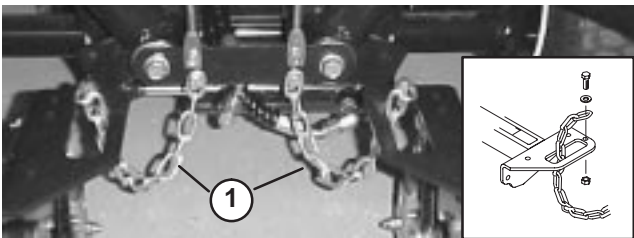

Figure 21
4. Passez une chaîne de basculement dans la fente à l'extrémité de chaque bâti porteur. Fixez la chaîne en haut du bâti porteur au moyen d'une vis, d'une rondelle et d'un contre-écrou (Fig. 21).